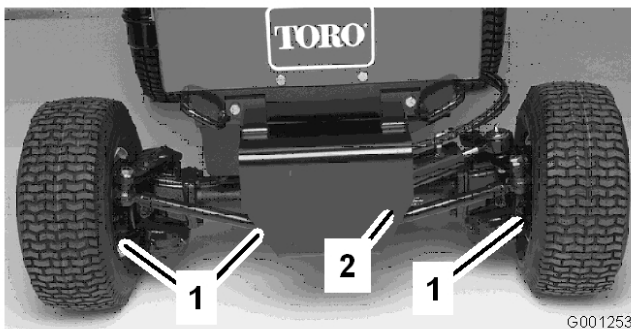

Bild 54
2. Reinigen Sie den Bereich um die drei Ablassschrauben, d. h. jeweils eine an beiden Enden und eine in der Mitte (Bild 54).